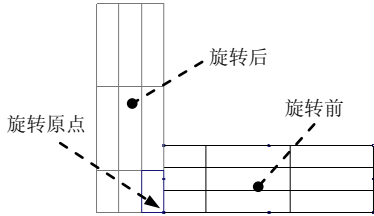

图 6.3.8 表格旋转结果
Step3. 选择 **表**   命令，表格绕原点逆时针旋转 90°，旋转结果如图 6.3.8 所示。